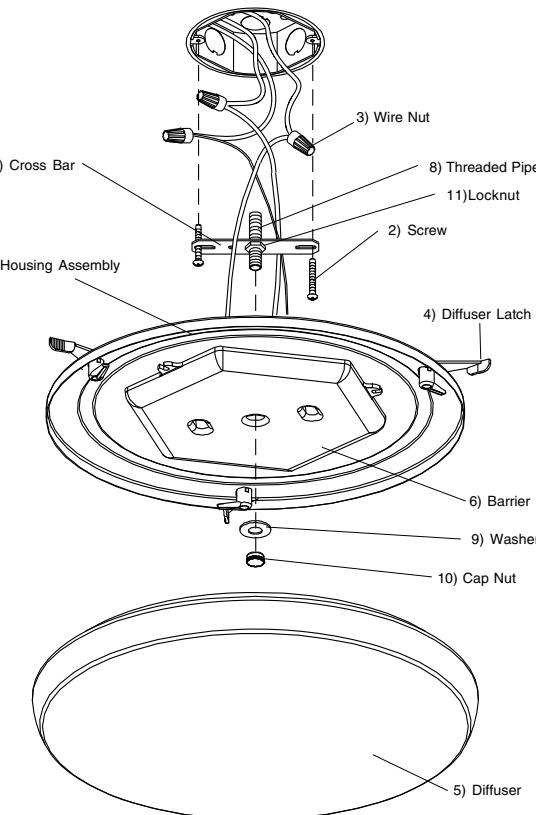

Figure 1
4. L'alimentation coupée, soutenir fermement le bloc boîtier (1) et connecter le fil de terre vert de l'appareil au fil de terre nu en cuivre de la boîte de jonction à l'aide d'un capuchon de connexion (3). (Si le câblage d'alimentation ne comprend pas un fil de mise à la terre, consulter votre code d'électricité local et vérifier les méthodes conformes de mise à la terre). Voir la Fig. 1.
5. Employer les capuchons de connexion (3) pour connecter le fil noir de l'appareil au fil noir d'alimentation et le fil blanc au fil blanc d'alimentation. Voir la Fig. 1.
7. Alignez la tige filetée (8) à l'orifice central du boîtier.
4. With the power turned off, hold the fixture Housing Assembly (1) firmly and connect the green ground wire from the fixture to the bare copper ground wire from the junction box using a Wirenut (3). (If house wiring does not include a ground wire, consult your local electrical code for approved grounding methods). See Fig. 1.
5. Use Wirenuts (3) to connect black fixture wire to the black power supply wire and white fixture wire to the white power supply wire. See Fig. 1.
6. Hold Housing Assembly (1) in one hand and with the other hand position wires up and into outlet box.
7. Align Threaded Rod (8) with center hole on Housing. Push Housing Assembly (1) to ceiling surface. Install Washer (9) onto Rod (8) and secure fixture with Cap Nut (10).
4. Con la electricidad apagada, sostenga la Ensamblaje de la carcasa (1) firmemente y conecte el alambre verde de conexión a tierra del luminario al alambre desnudo de cobre de la caja de ensamblado usando un capuchón de alambres (3). (Si el alambrado de la casa no incluye un alambre de hacer tierra, consulte su código eléctrico local para métodos aprobados de hacer tierra. Vea Fig. 1).
5. Use Capuchones de Alambres (3) para conectar el alambre negro del luminario al alambre negro de suministro eléctrico y el alambre blanco del luminario al alambre blanco de suministro eléctrico. Vea Fig. 1.
6. Sostenga el Ensamblaje de la Cáraca (1) con una mano y con la otra estire los cables dentro de la caja de conexiones.
7. Alinee la vara roscada (8) con el orificio central en la carcasa. Empuje el conjunto de la carcasa (1) a la superficie del techo. Instale la arandela (9) en la vara (8) y asegure el montaje con la tuerca ciega (10).